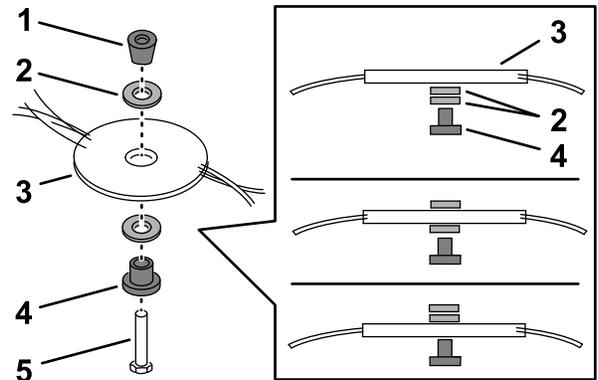

Figura 27
2. Cambie la posición de los espaciadores para ajustar la altura de corte, tal y como se muestra en la Figura 27.